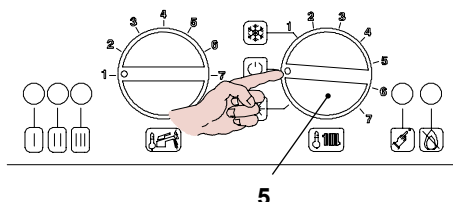

Figura 6.5
- Spegner la caldaia portando il selettore di funzione 5 sulla posizione "U" come in Figura 6.5 .